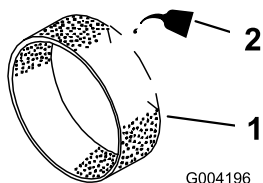

**Figura 145**
3. Applicate da 3 a 6 cl d'olio sul prefiltro (Figura 145).